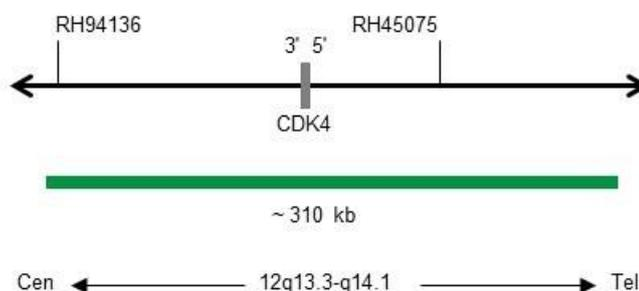

Abb. 1: SPEC CDK4 Sondenlokalisierung (nicht maßstabsgetreu)
- Digoxigenin-markierten Polynukleotiden (~1,1 ng/ μ l), die gegen Sequenzen in 12q13.3-q14.1* (chr12:58,004,553-58,313,271) gerichtet sind, welche die CDK4-Genregion enthalten (siehe Abb. 1).